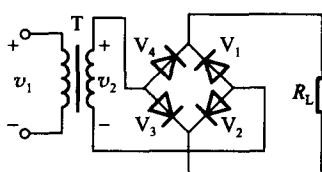

图 1-4
(2) 若将单相桥式整流电路接成图 1-4 所示的形式,将会出现什么结果? 应如何改接?